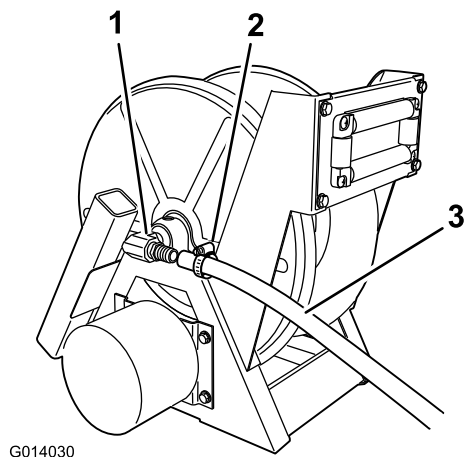

図 11
3. ホースの端部を、ホース・リール・アセンブリのタンク側にある90度バーブに接続する（図 11）。